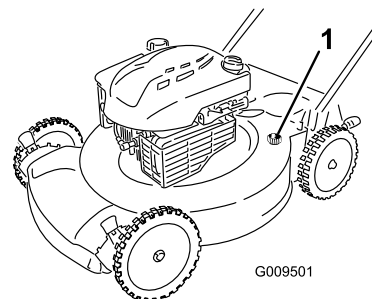

Рисунок 26
- Присоедините садовый шланг, подключенный к источнику воды, к отверстию для промывки в корпусе машины (Рисунок 26).